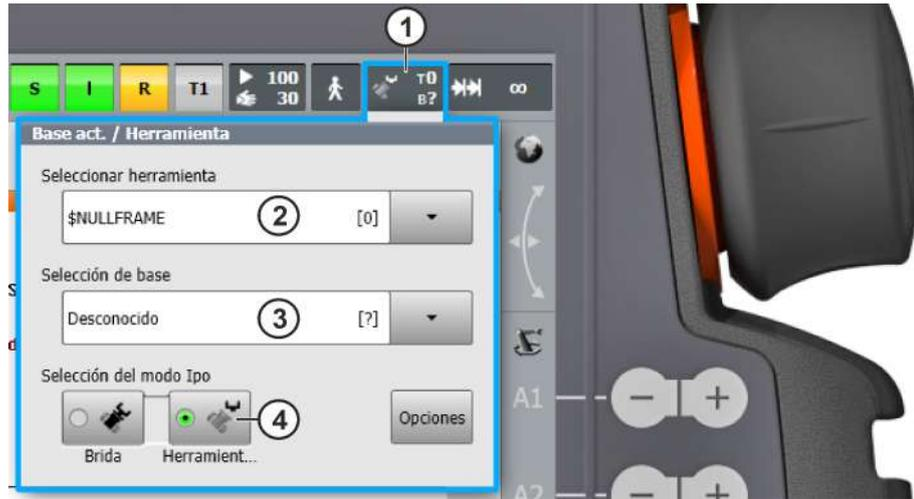

Fig. 21-4: Selección ext. TCP en el menú de opciones
2. Ajustar, en el menú de opciones de procesos manuales, la opción *Herram. ext.* (>>> Fig. 21-4)